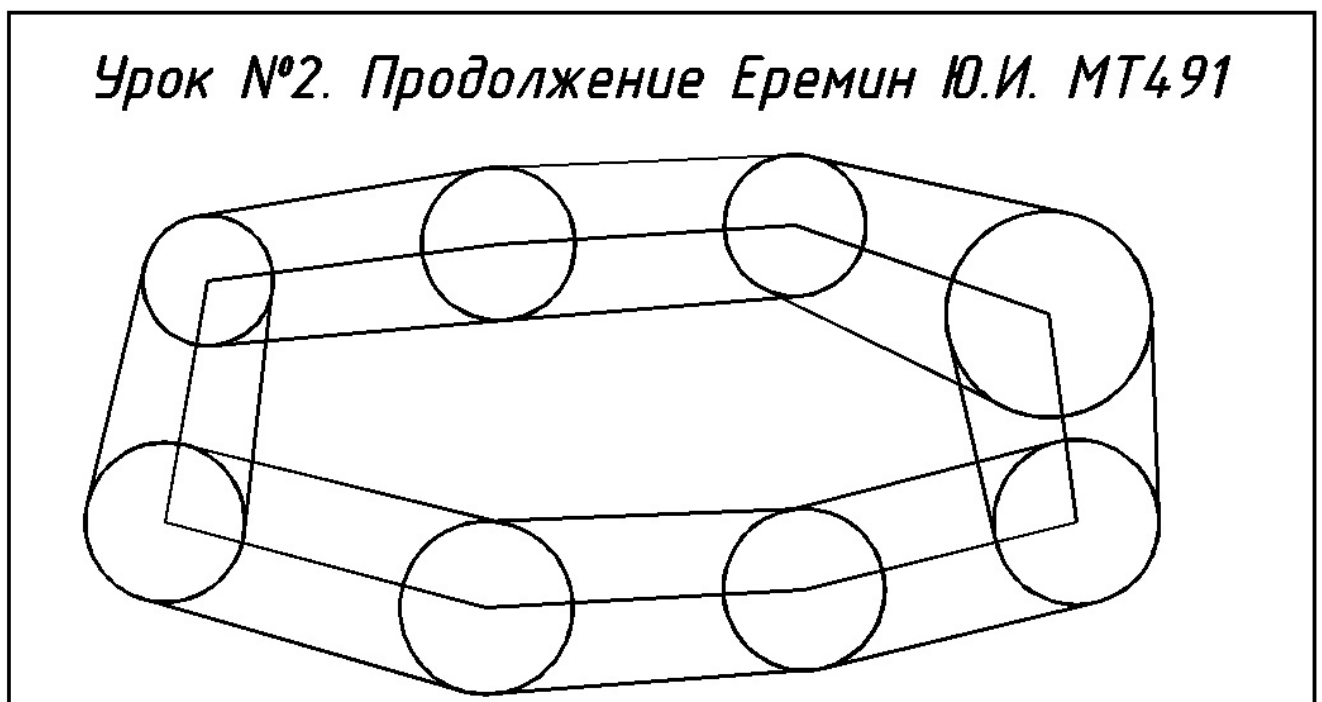

Рис. 3.4. Окружности, заданные радиусами, касательные к ранее выполненным объектам
3.2.4. Начертить восемь окружностей. Соединить центры окружностей отрезками прямых. Провести наружные и внутренние касательные от одной окружности к другой (рис. 3.4). Объектные привязки настроить в окне **Drafting Settings** (Параметры привязки).